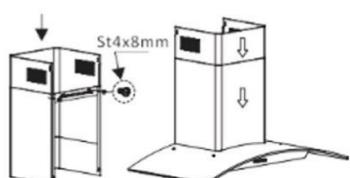

Fig 3
3.3 Fije el tubo extensible de acuerdo con la dirección y la forma del cable y luego coloque la campana extractora en el gancho. Ver imagen 3.